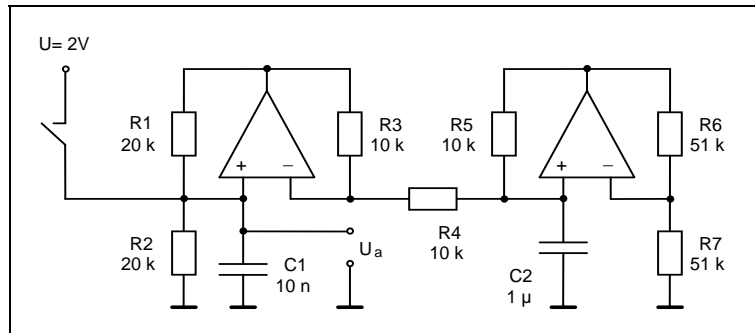
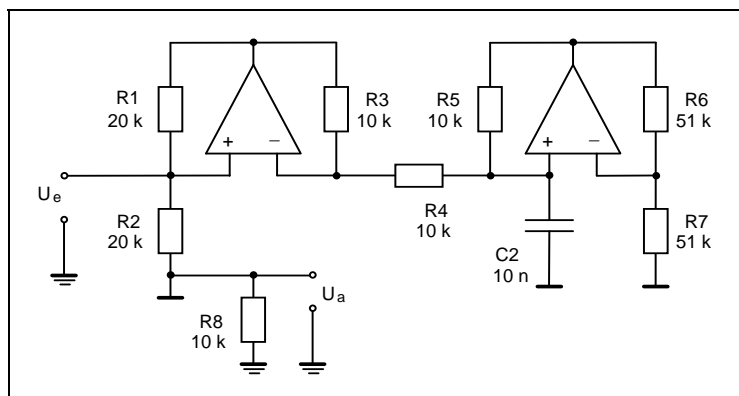

Bild 5: Parallelschwingkreis mit Gyrator
Bild 6: RL-Tiefpass mit Gyrator
- 2.3. Leiten Sie die Gleichung zur Berechnung der Induktivität am Ausgang des Gyrators im Bild 5 her und berechnen Sie die Eigenfrequenz des Parallelschwingkreises aus C1 und L.
Bauen Sie die Schaltung des Gyrators nach Bild 5 auf.
In der Schaltung nach Bild 6 ist ein RL-Tiefpass realisiert. Ändern Sie den Schaltungsaufbau nach Bild 5 entsprechend. Beachten Sie die geänderte Masseführung. Als Eingangsspannung wählen Sie eine sinusförmige Spannung mit  $U_e = 2 V_{SS}$ .